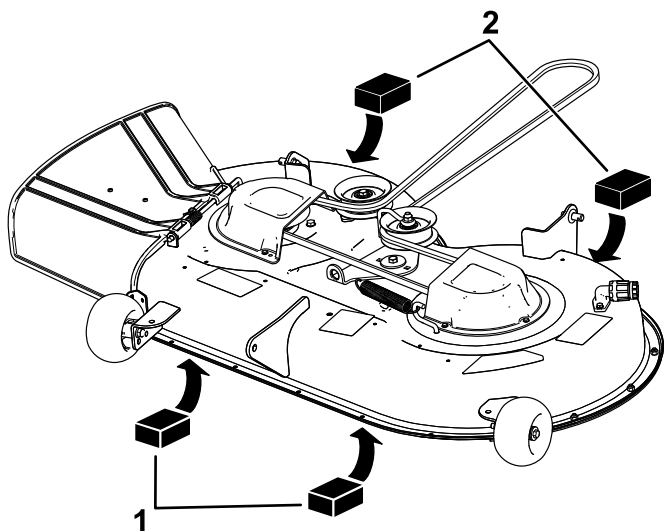

Figure 66
4. Placez 2 cales de 6,6 cm d'épaisseur chacune sous chaque côté du bord avant du plateau de coupe, mais pas sous les supports des galets anti-scalp (Figure 66).
5. Placez deux cales de 7,3 cm d'épaisseur chacune sous le bord arrière de la jupe du plateau de coupe, une de chaque côté (Figure 66).